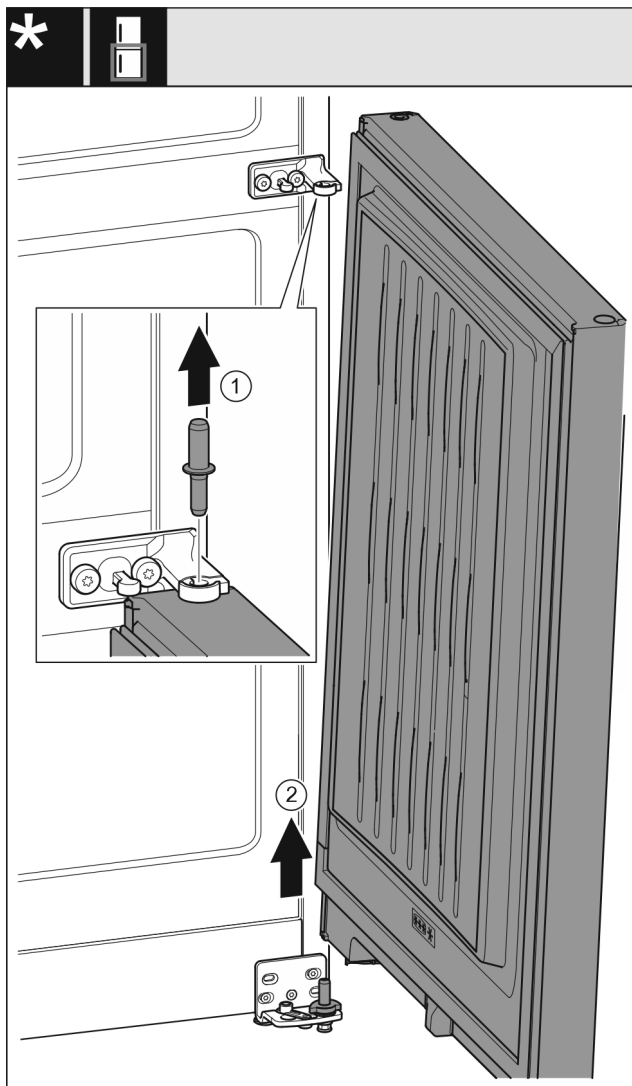

Fig. 7
- ▶ Nxirrni jashtë bulonin duke e ngritur lart. Fig. 7 (1)
- ▶ Anoni paksa derën për ta ngritur, tërhiqeni lart dhe lëreni mënjane. Fig. 7 (2)